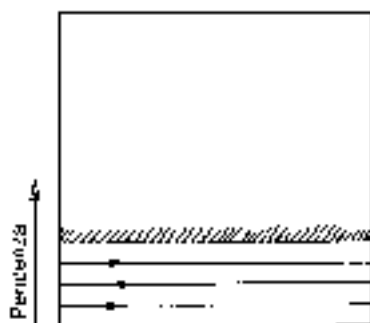

Fig. 20
- c) **Funzionamento su pendii con aree irregolari** (Fig. 20/21/22)